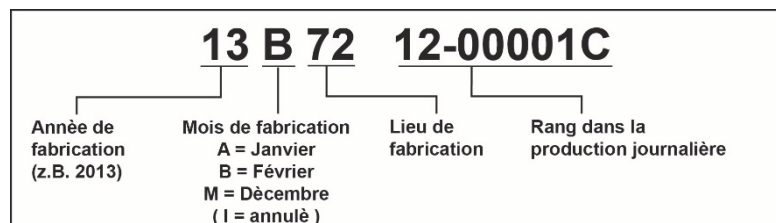

Figure 5-1 : Plaque signalétique avec dates de fabrication
- ⇒ Déterminez l'âge du moteur au moyen de la plaque signalétique (voir figure 5-1).